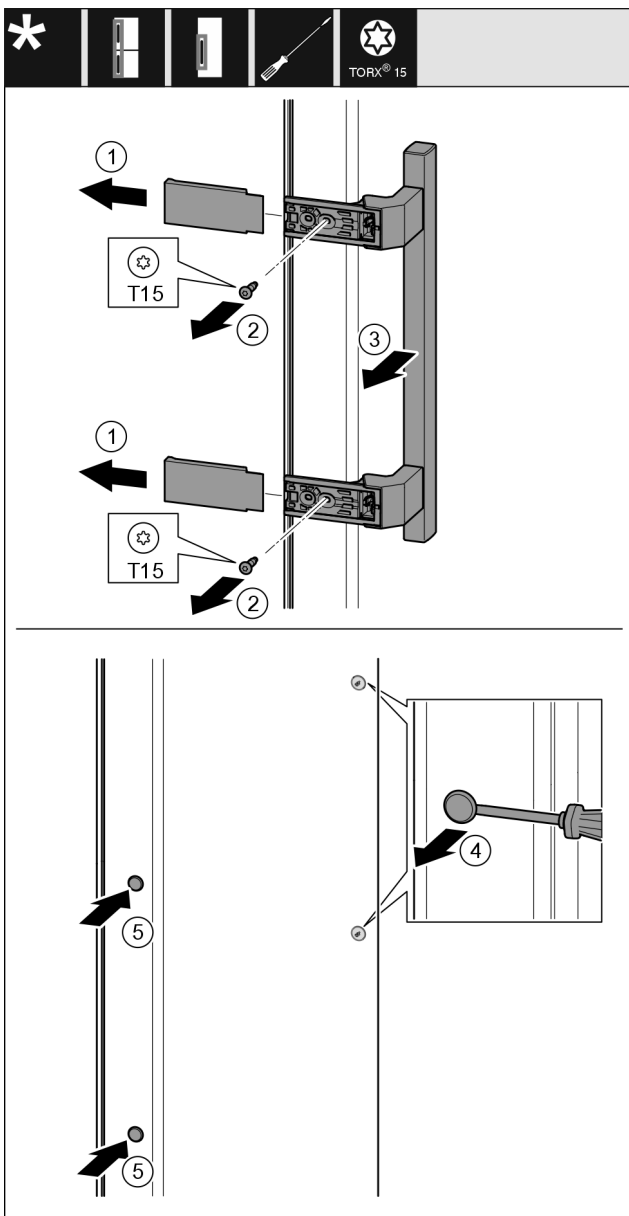

Fig. 21
- Húzza le a fedelet Fig. 21 (1).
- Tekerje ki a csavarokat Fig. 21 (2) csavarhúzóval.
- Vegye le a fogantyút Fig. 21 (3).
- Óvatosan emelje meg és húzza ki az oldalsó dugót Fig. 21 (4) lapos csavarhúzóval.
- Tegye vissza a dugót Fig. 21 (5) a másik oldalra.